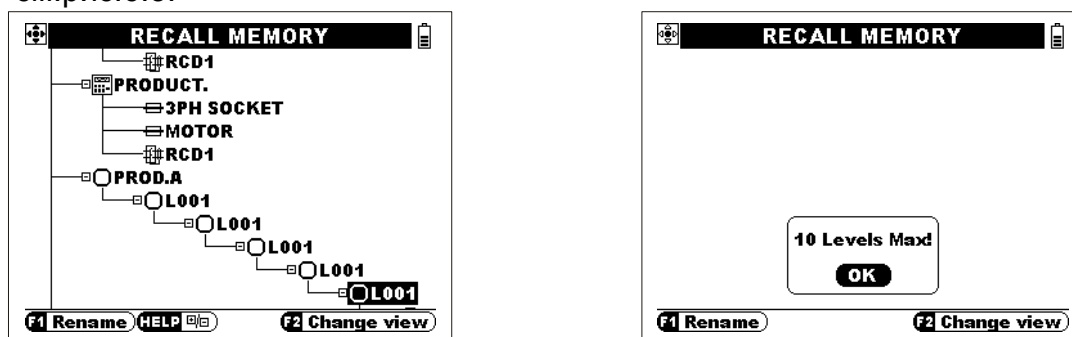

Рисунок 6.3 – Определение глубины подуровней
- Структура дерева ограничена 2000 позициями в каждом из 10 уровней, см.рис.6.3.